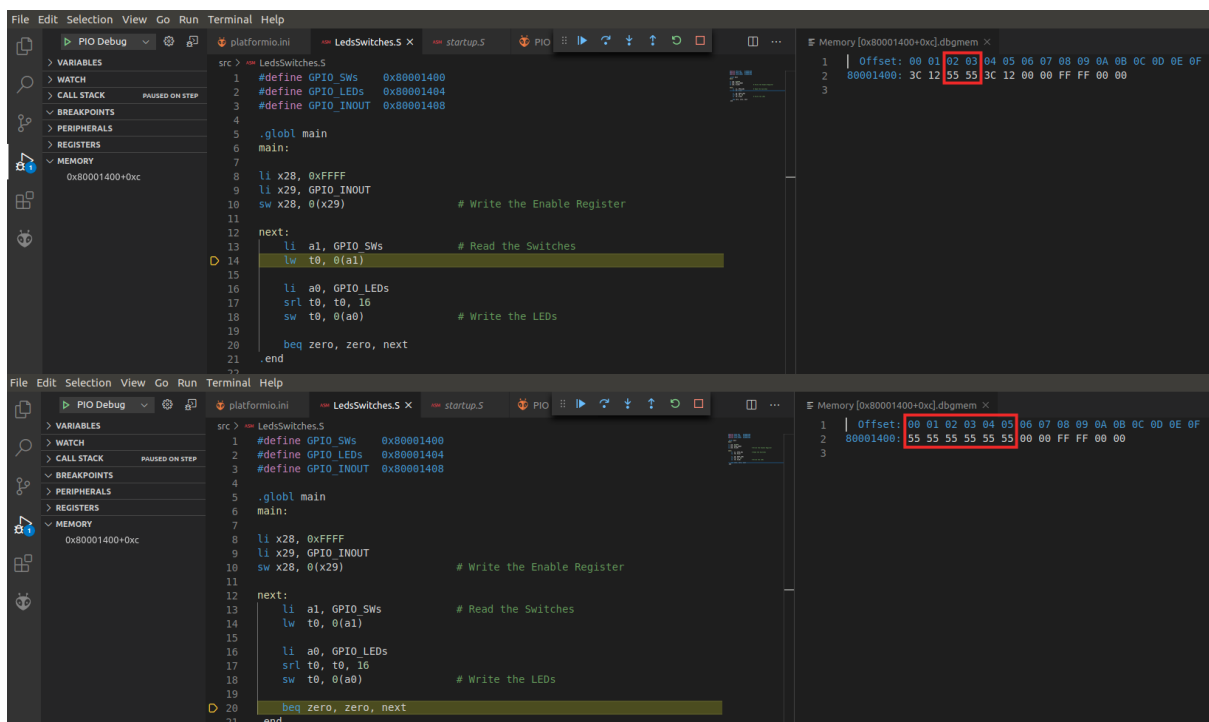

Figura 59. Mudança dos interruptores e LEDs
- e. Altere os valores dos interruptores na placa, por exemplo para 0x5555, e execute mais uma iteração do ciclo passo a passo. O valor dos interruptores na memória deve mudar imediatamente após a execução da primeira instrução (Figura 59, topo), e o valor dos LEDs deve mudar em conformidade após a execução da instrução `sw` (Figura 59, fundo).